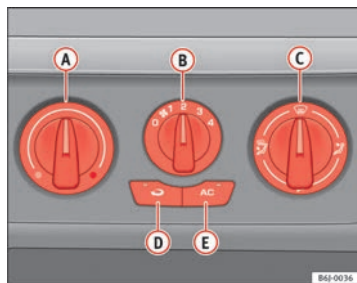

Fig. 103 Sur la planche de bord : éléments de commande du climatiseur
- Désactivez le système de refroidissement avec la touche ⇒ fig. 103 **AC** (le témoin de la touche s'éteint).
Le mode recyclage de l'air ambiant ⇒ fig. 103  (le témoin intégré à la touche est allumé) empêche les fortes odeurs ambiantes (qui peuvent par exemple se dégager lors de la traversée d'un tunnel ou dans un bouchon) de pénétrer dans l'habitacle.